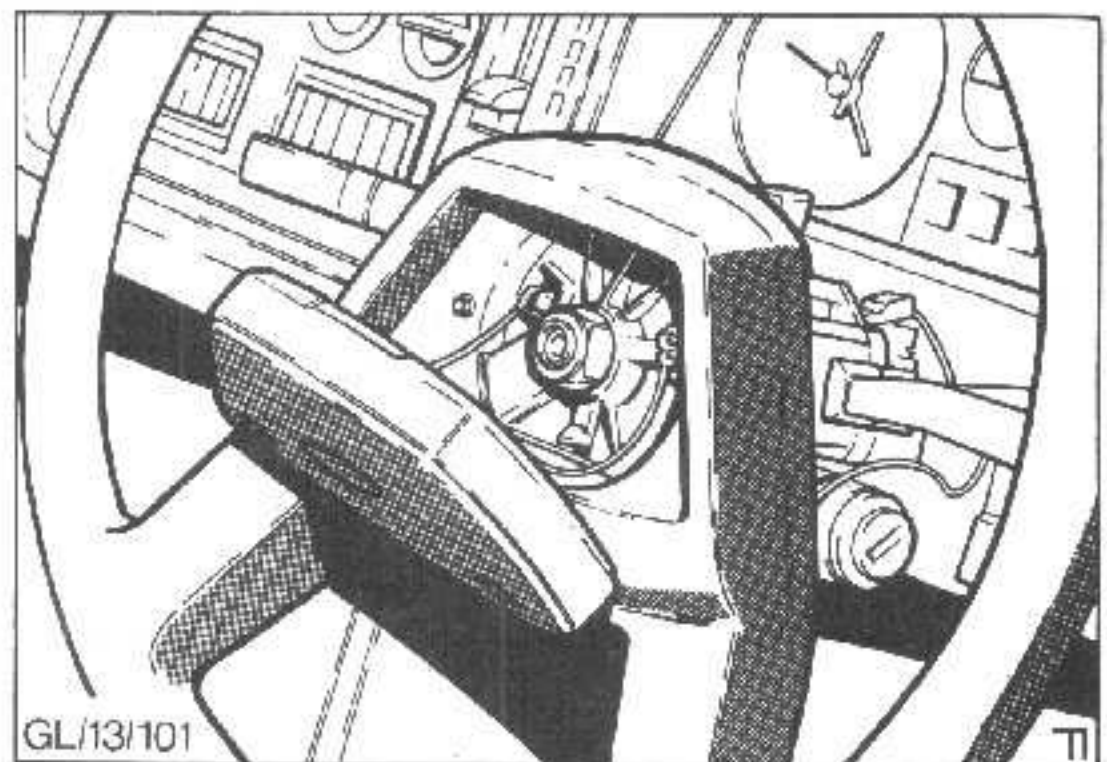

Abb.75 Signaldrucktastenverkleidung
4. Signaldrucktaste herausdrücken, und Anschlüsse vom Horn abziehen (nur Grundmodelle), Abb.75. Lenkradmutter lösen und Lenkrad von der Verzahnung ziehen, anschließend Mutter und Lenkrad abnehmen.